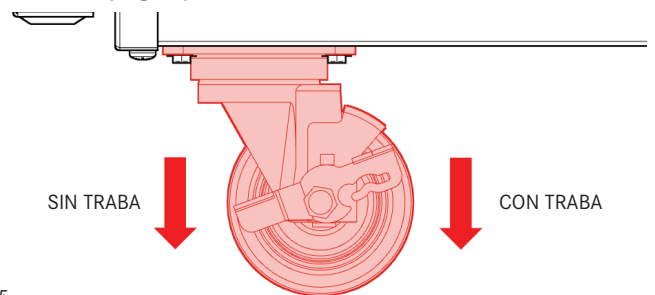

Fig. 5
8. Coloque la unidad en su posición y trabe las ruedas (Fig. 5).